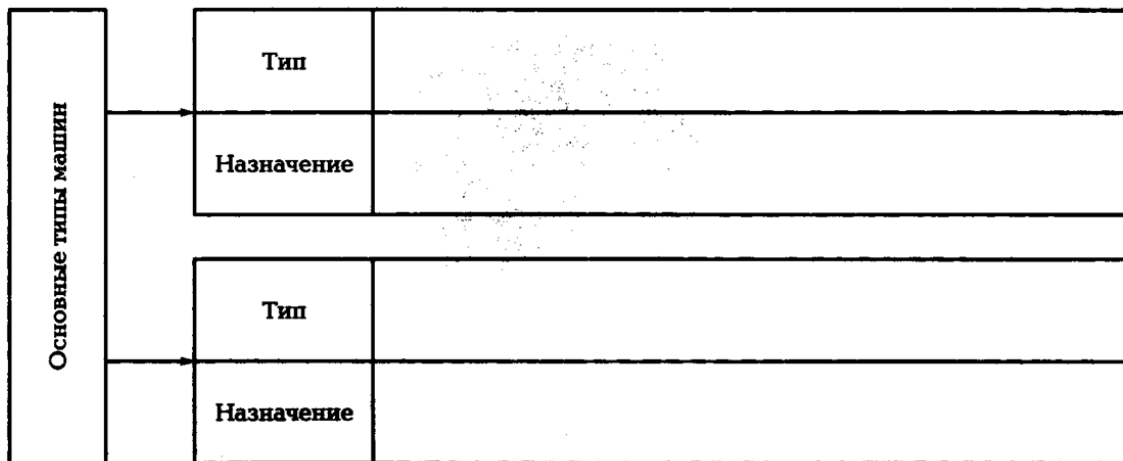

Рис. 1.1. Основные типы машин
3. Заполните схему, представленную на рис. 1.1.